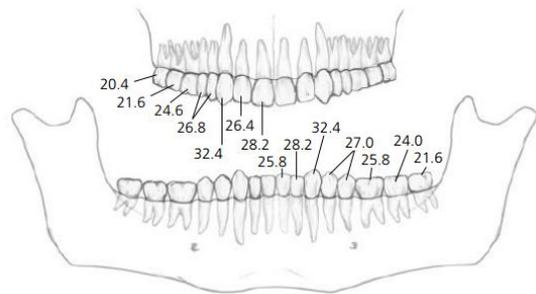

Figura 3
3) Localização das raízes dos dentes localize e identifique as raízes dos dentes no maxilar superior. Deve-se evitar qualquer possível lesão das raízes ou do nervo infraorbitário (figura 3).